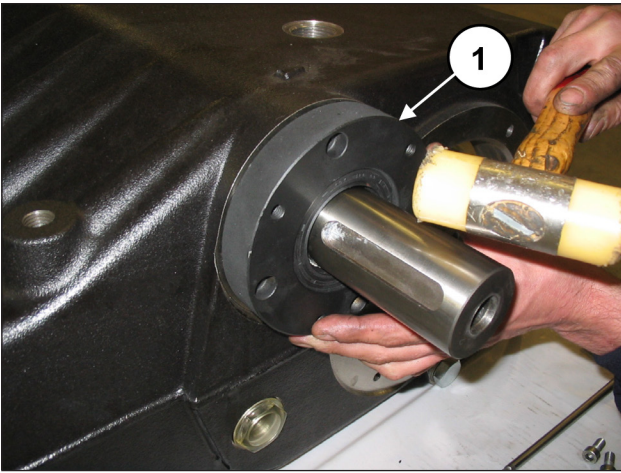
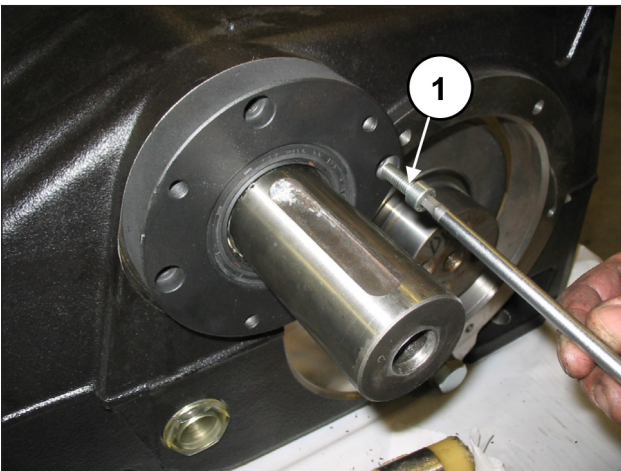

Fig. 68
Fig. 69
Monter un premier couvercle de coussinet de PTO (droit ou gauche) sur le carter de pompe (rep. ①, Fig. 68) et le fixer à l'aide de 4 vis M8x30 (rep. ①, Fig. 69).
Monter l'autre couvercle de coussinet de PTO sur le carter de pompe (rep. ①, Fig. 68) et le fixer à l'aide de 4 vis M8x30 (rep. ①, Fig. 69).